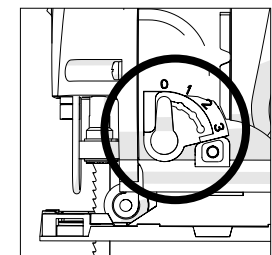

Abb. 4
4. SCHNITT-AUSWAHLSCHALTER (Abb. 4)